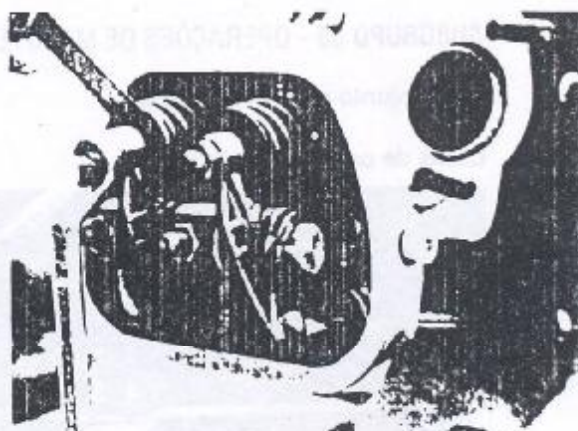

Figura 0.05.6 - Regulagem da folga
5. Regular a folga com uma lâmina de 0,15 mm, girando o parafuso de ajuste (Figura 0.05.6).